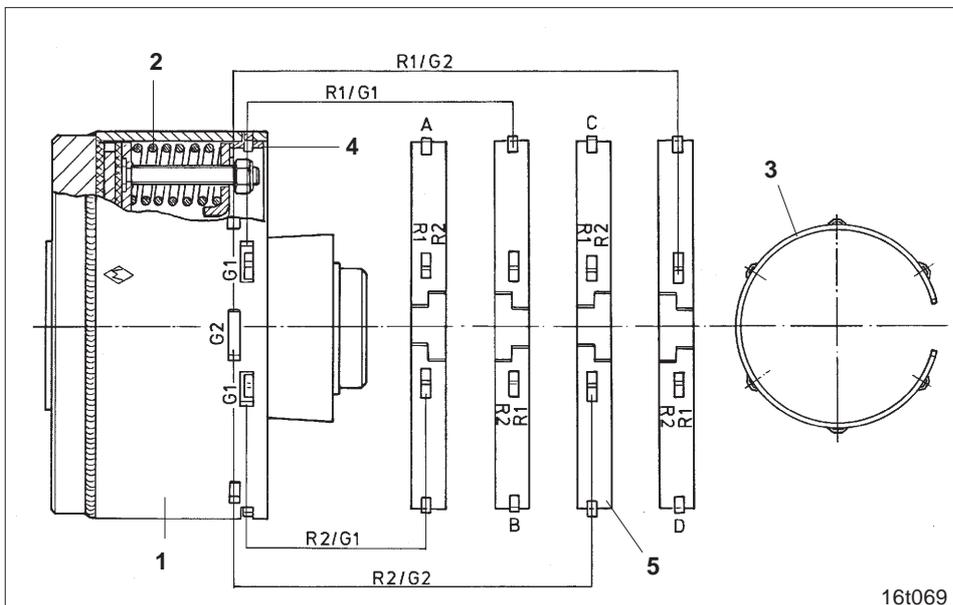

Fig. 19.17
En augmentant la pression des ressorts (fig. 19.17/2) on obtient une augmentation du couple. La pression des ressorts est réglée à l'aide d'une bague de réglage (fig. 19.17/3). Cette bague (fig. 19.17/4) est fixée à l'intérieur du carter du limiteur à friction. La bague de réglage (fig. 19.17/4) peut être logée dans le carter selon quatre positions, à savoir de „A“ jusqu'à „D“ (voir fig. 19.17). A l'intérieur du carter, la bague de réglage est fixée dans les ouvertures du carter G 1 ou G 2, avec la tranche „R1“ ou „R2“ orientée vers l'extérieur (voir tableau).
La bague de réglage est montée de série pour un tarage de 1550 Nm et montée en position „C“. La bague (fig. 19.17/5) est fixée dans les ouvertures G 2 du carter.
- Démontez la bague de réglage (fig. 19.17/4) et repositionnez-la correctement (voir tableau) à l'intérieur du carter du limiteur. Dans notre exemple, la bague de réglage (fig. 19.17/5) doit être fixée en „D“ et dans les ouvertures G 2.